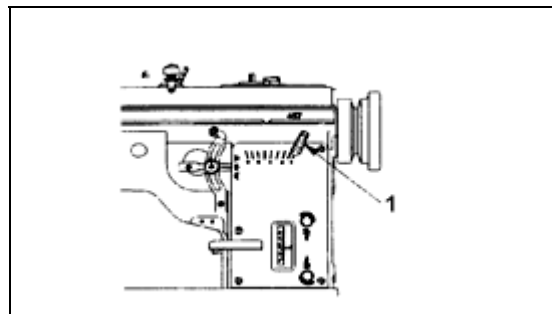

Fig. 25
A largura do ponto em zig zag regulada com a alavanca (1). Fig. 25